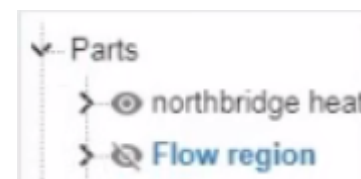

Рисунок 7 Погасить элемент
16.2. В «Parts» погасить «Flow region» и элементы корпуса - нажать на значок глаза (Рисунок 7 Погасить элемент). Альтернативный вариант - отрегулировать прозрачность геометрии в поле «Opacity».